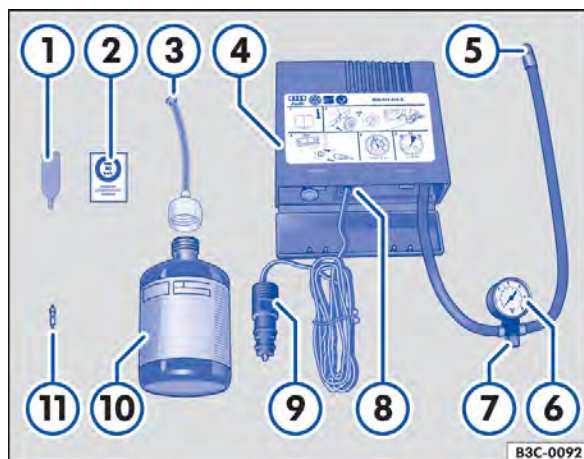

Fig. 239 Representação esquemática: componentes do kit de reparo dos pneus.
O kit de reparo dos pneus encontra-se no compartimento de bagagem sob o revestimento do assoalho. Ele é composto pelos seguintes componentes ⇒ Fig. 239:
12. Colar a etiqueta adesiva ⇒ Fig. 239 ② do kit de reparo dos pneus no painel de instrumentos, no campo de visão do condutor.
- Com a chave para remoção do elemento da válvula ⇒ Fig. 239 ①, desrosquear o elemento da válvula do pneu e colocá-lo sobre uma superfície limpa.
- Agitar a garrafa para enchimento dos pneus ⇒ Fig. 239 ⑩ algumas vezes com força.
- Rosquear a mangueira de enchimento ⇒ Fig. 239 ③ com firmeza no sentido horário sobre a garrafa para enchimento dos pneus. A película na tampa é perfurada automaticamente.
- Remover o bujão da mangueira de enchimento ⇒ Fig. 239 ③ e introduzir a extremidade aberta totalmente na válvula do pneu.
- Rosquear novamente o elemento da válvula com a chave para remoção do elemento da válvula ⇒ Fig. 239 ① na válvula do pneu.
- Rosquear a mangueira de enchimento dos pneus ⇒ Fig. 239 ⑤ do compressor de ar com firmeza na válvula do pneu.
- Verificar se o parafuso de sangria de ar ⇒ Fig. 239 ⑦ está fechado.
- Encaixar o conector do cabo ⇒ Fig. 239 ⑨ em uma tomada 12 V do veículo ⇒ Página 172.
- Ligar o compressor de ar com o interruptor LIGA-DESLIGA ⇒ Fig. 239 ⑧.
- Deixar o compressor de ar funcionar até atingir 2,0 – 2,5 bar (29 – 36 psi / 200 – 248 kPa) ⇒ . **Tempo de funcionamento máximo de 8 minutos** ⇒ ①.
Reconectar a mangueira de enchimento dos pneus ⇒ Fig. 239  e ler a pressão dos pneus no indicador da pressão dos pneus ⇒ Fig. 239 .